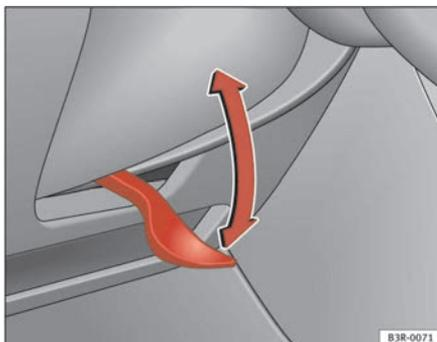

Fig. 137 Levier sous la colonne de direction
- Basculez le levier ⇒ **fig. 137** vers le bas ⇒ .